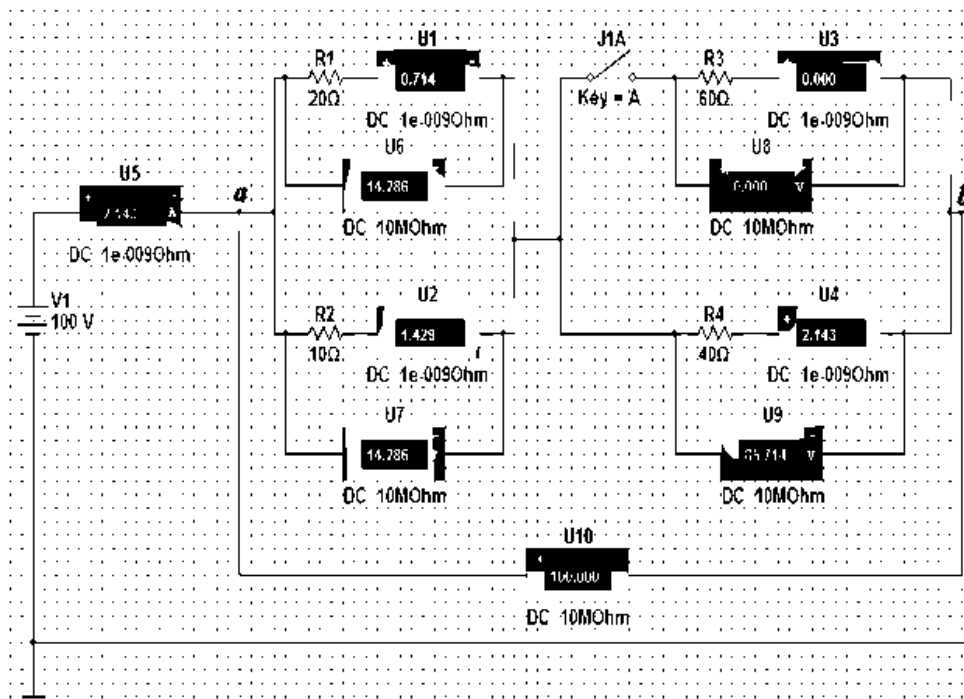

Рисунок 2.1 – Схема цепи
1. Собрать на рабочем поле экрана электрическую цепь постоянного тока (рис. 2.1) при разомкнутом ключе.